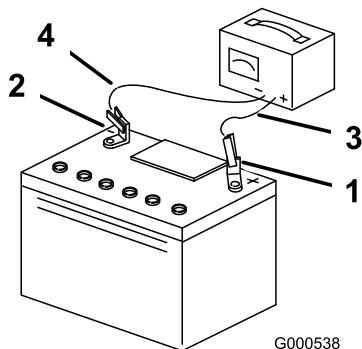

Figure 49
5. Quand la batterie est chargée au maximum, débranchez le chargeur de la prise, puis débranchez les fils du chargeur des bornes de la batterie (Figure 49).